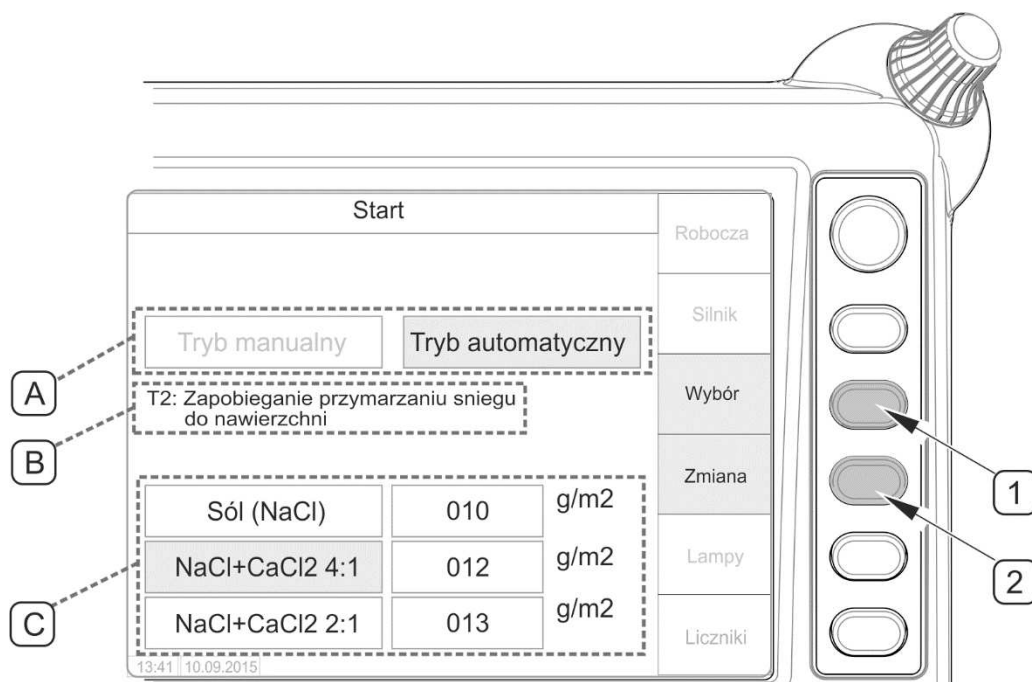

РИСУНОК 4.28 Выбор автоматического режима (опция)
- на стартовой странице "Старт" пульта управления (РИСУНОК 4.28) при помощи кнопки (1) выбрать поле (A) выбора вида режима работы,
- кнопкой (2) "Изменение" выбрать "Автоматический режим".
- кнопкой (1) "Выбор" выбрать один из трех режимов T1, T2, T3,
- кнопкой (1) обозначить поле (C) и затем кнопкой (2) "Изменение" выбрать (C) материал для разбрасывания, который актуально находится в бункере (нельзя выбрать автоматический режим для материала "Песок").